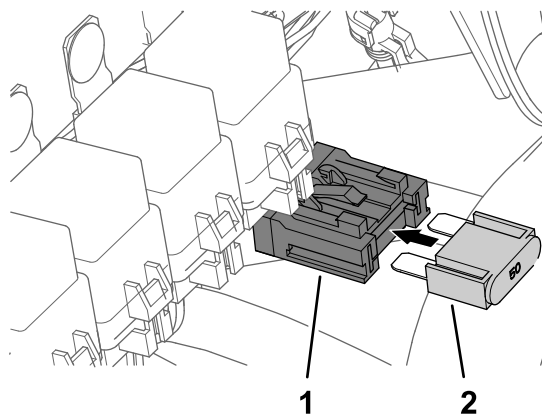

Figura 194
7. Inserite il fusibile (50 A) nel portafusibili in linea fino a quando il fusibile non è completamente in sede (Figura 194).